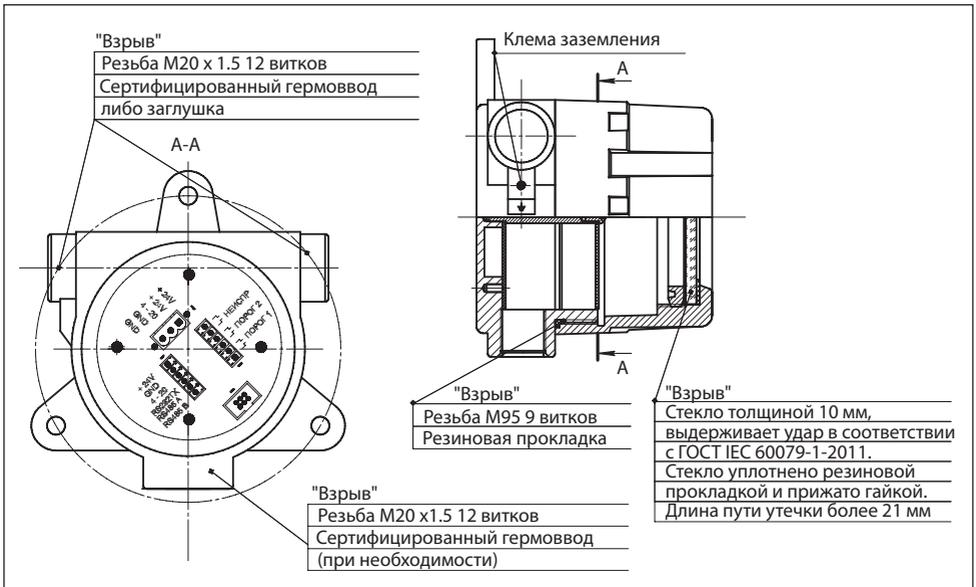

Рис.15. Элементы взрывозащиты типа "взрывонепроницаемая оболочка" модуля МКИУС
14. Убедитесь методом визуального осмотра, что элементы ГС, отвечающие за взрывобезопасность, не повреждены (рис.15, 16).